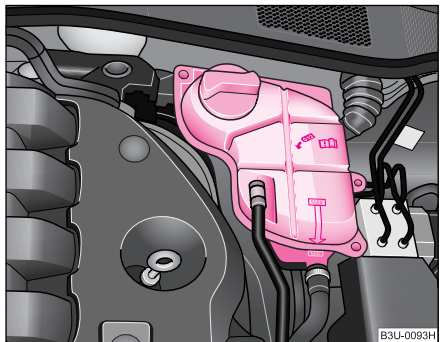

Fig. 162 Compartimentul motor: Vasul de expansiune al lichidului de răcire
- Verificați nivelul lichidului de răcire din vasul de expansiune ♥ fig. 162. Când motorul este rece, nivelul lichidului de răcire trebuie să fie între marcasele „MIN“ și „MAX“. Când motorul este cald, nivelul lichidului de răcire poate fi și puțin peste marcajul „MAX“.
- Puneți o lavetă pe capacul vasului de expansiune ♥ fig. 162 și desfaceți capacul **cu grijă** spre stânga ♥ ⚠.